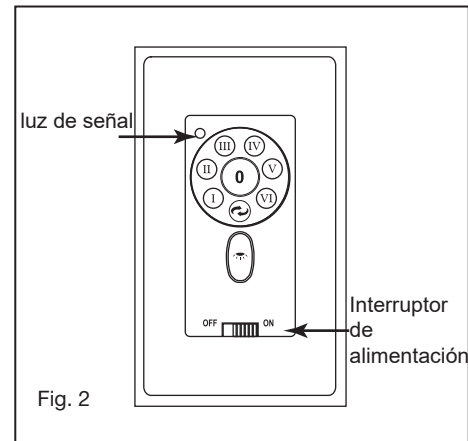

Fig. 2
- 3 Levante la pantalla de vidrio contra el conjunto de LED y gire en el sentido de las agujas del reloj hasta que quede ajustado, NO APRIETE DEMASIADO. Restaure la energía y su kit de luz estará listo para funcionar (Fig.2)
- 7** Luz de señalización (Fig. 2)